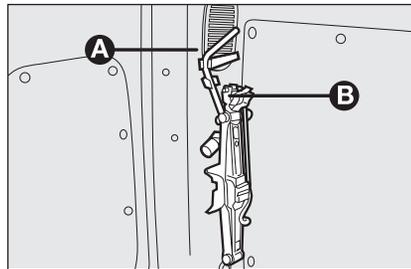
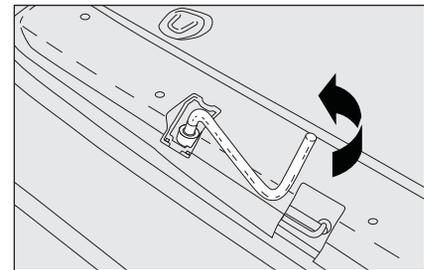

fig. 3
fig. 4
- estrarre la leva di manovra **A-fig. 3** dai relativi sistemi di ritenuta;
- svitare il dispositivo di bloccaggio **B-fig. 3**;
- svitare con la leva di manovra **B-fig. 3** il bullone di bloccaggio supporto ruota di scorta **fig. 4**;